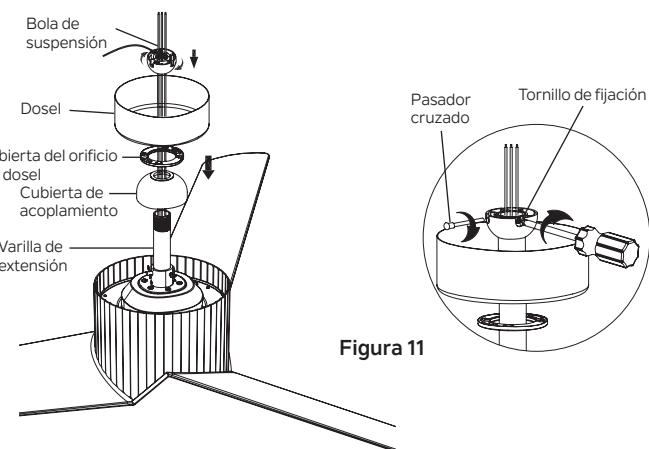

Figura 11
**Paso 5.** Deslice la cubierta del acoplamiento, la cubierta del orificio del dosel y el dosel sobre la varilla de extensión. Vuelva a instalar con cuidado la bola de suspensión en la varilla. Asegúrese de que el pasador transversal esté en la posición correcta y que el tornillo de fijación esté apretado y que los cables no estén torcidos. (Figura 11)